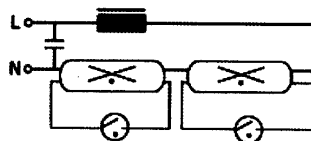

Рис.2 - Схемы включения бактерицидных ламп с ЭмПРА
- 4.3 Светильники-облучатели выпускаются с электромагнитными или электронными ПРА. Схемы включения бактерицидных ламп с электромагнитным ПРА приведены на рис. 2. Схема включения ламп с электронным ПРА приведена на корпусе электронного ПРА.